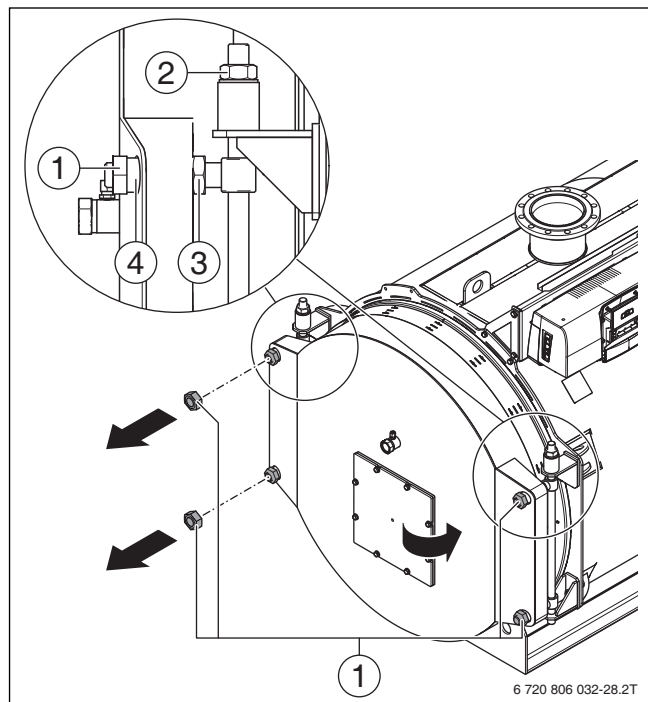

Рис. 16 Открытие двери горелки
- ▶ Заверните гайки (→ рис. 16, [1]) на осях шарниров [4], и притяните дверь до уплотнительных поверхностей.